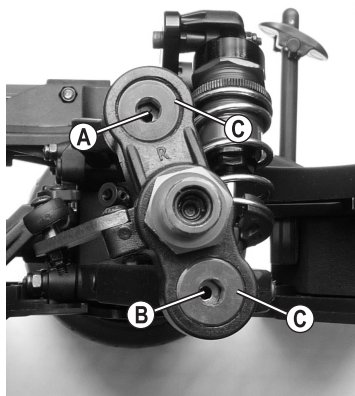

Figure 9
Pour régler le carrossage des roues, tournez les vis à tête sphérique en métal (figure 9, pos. A+B) à l'aide d'une petite clé hexagonale de 2,5 mm (D).
Pour serrer (ou desserrer) davantage les vis sans tête (figure 9, pos. C), tournez-les à l'aide d'une clé hexagonale de 5 mm (E). Comme décrit précédemment, ces dernières doivent être ajustées de sorte que les vis à tête sphérique en métal puissent bouger facilement dans la fusée d'essieu, mais sans osciller.
Tournez la vis à tête sphérique supérieure (figure 9, pos. A) vers la droite dans le sens des aiguilles d'une montre, la vis à tête sphérique inférieure (figure 9, pos. B) dans le même angle vers la gauche dans le sens inverse des aiguilles d'une montre.
Tournez la vis à tête sphérique supérieure (figure 9, pos. A) vers la gauche dans le sens inverse des aiguilles d'une montre, la vis à tête sphérique inférieure (figure 9, pos. B) dans le même angle vers la droite dans le sens des aiguilles d'une montre.